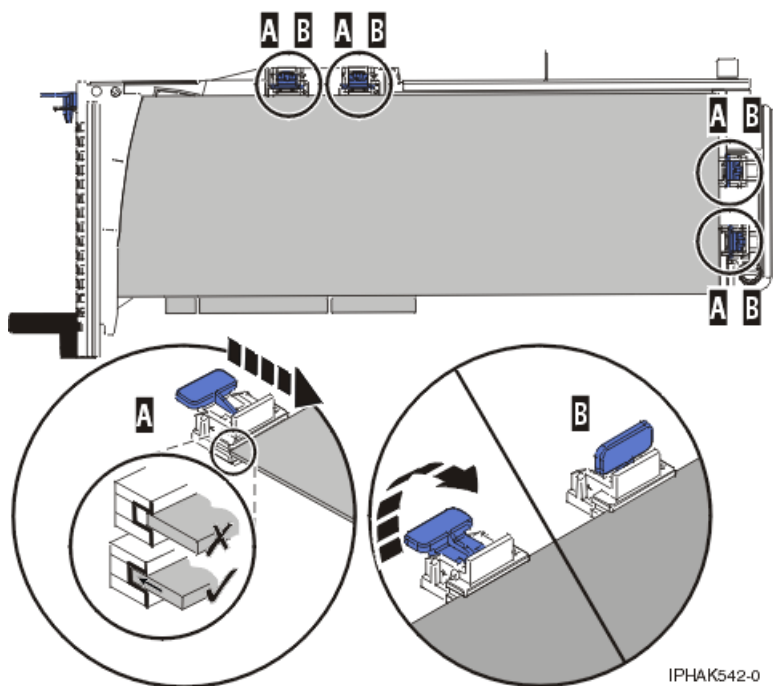

Figura 53. Adaptador llarg al casset d'adaptadors PCI amb els suports i l'estabilitzador al seu lloc
- 3) Col·loqueu les peces de retenció **(B)** i tanqueu-les. Consulteu Figura 53.